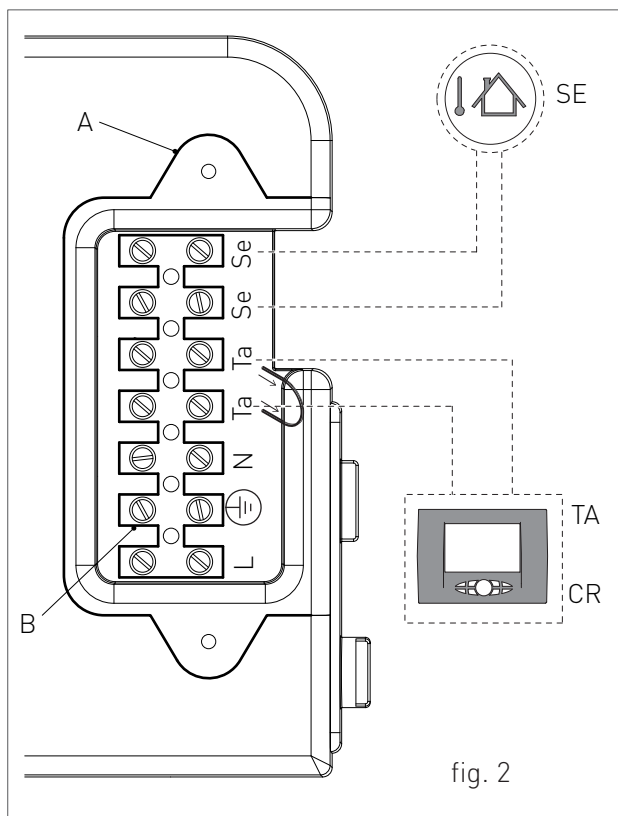

fig. 2
- › rimuovere il mantello frontale della caldaia (vedi capitolo ACCESSO ALLA CALDAIA); svitare le due viti e rimuovere il piastrino "A" (vedi fig. 2).
- › Una volta rimosso il piastrino effettuare i seguenti collegamenti sulla morsettiere "B" (vedi fig. 2):